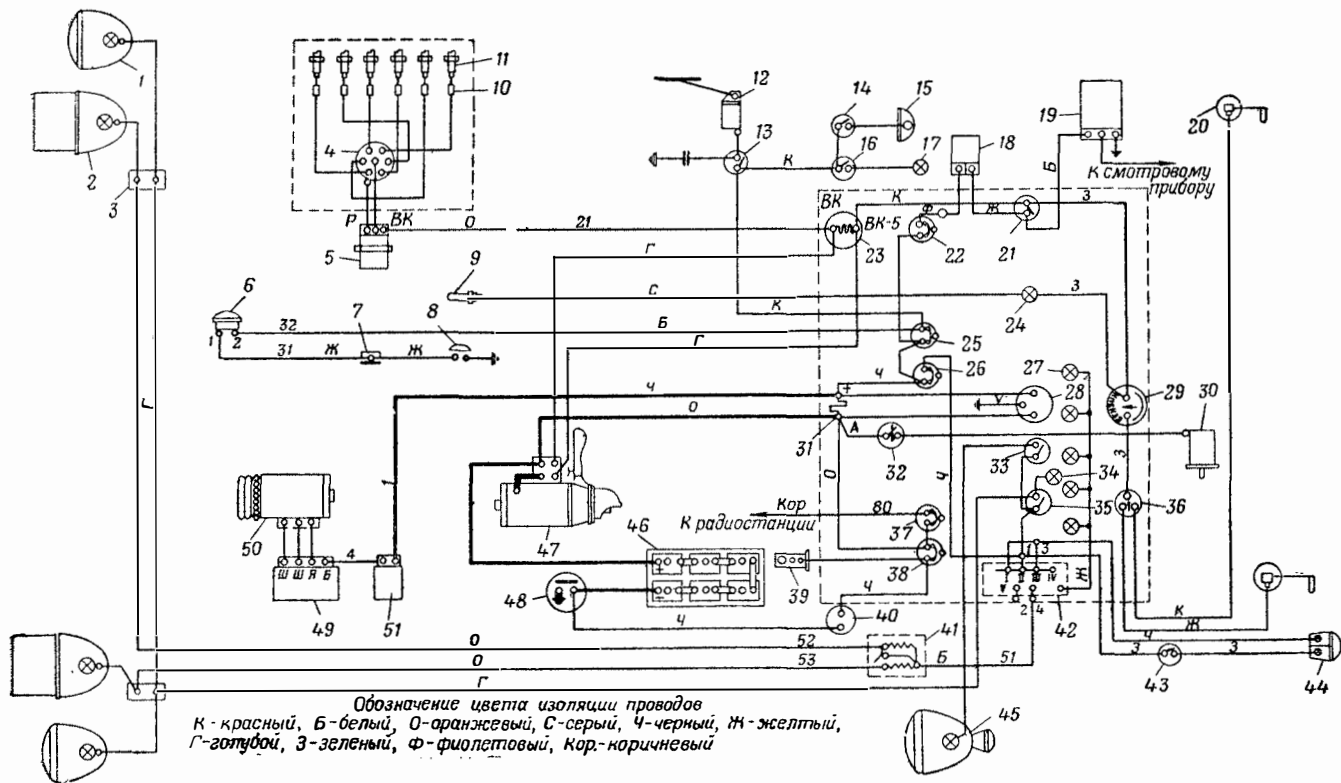

Рис. 71. Схема электрооборудования:
3. Зачистить до блеска зажимы «+» и «—» аккумуляторной батареи и наконечника проводов стартера 47 (рис. 71) и выключателя 48 батареи.
5. Вставить вилки проводов Ш генератора в штепсельные разъемы Ш генератора 50 (рис. 71) и закрепить накидными гайками.
2. Вставить вилку провода *Б* фильтра *51* (рис. 71) радиопомех в гнездо штепсельного разъема *Б* реле-регулятора *49* и закрепить накидной гайкой.
3. Присоединить к зажимам проводов добавочного сопротивления наконечники проводов G , G (рис. 71) и закрепить винтами с пружинными шайбами.